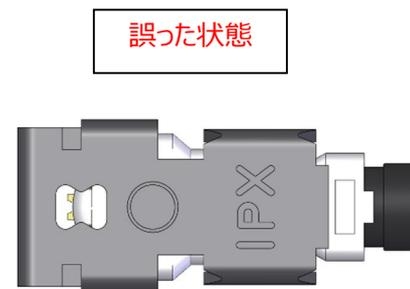

Fig. 27 (不完全なロック状態)
- Fig. 27 のように、ロックのかかりが浅いと保持力が低くなりますので、ロック感覚があるまでスライドを実施し、最後に外観をチェックしてください。